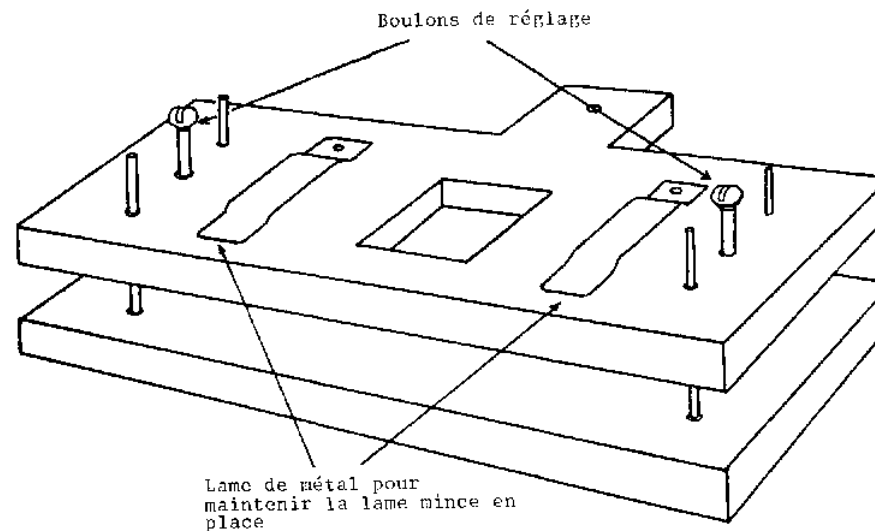

FIG.9
19. Recourbez les lames métalliques de 9" comme le montre la fig.9 et clouez-les à la platine. Ces pinces serviront à tenir la lame mince en place.